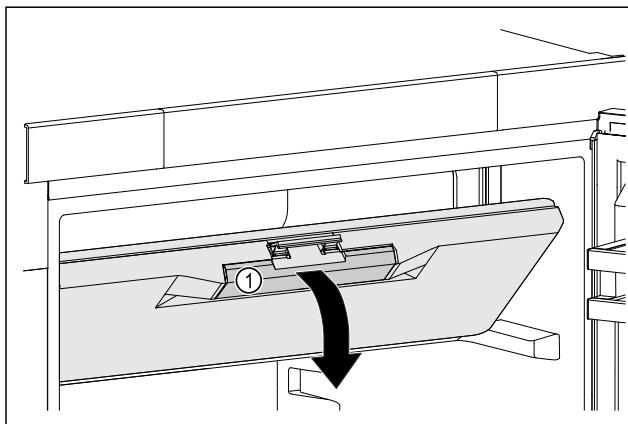

Fig. 41
- Візьміться за потайну ручку Fig. 41 (1) морозильної камери.